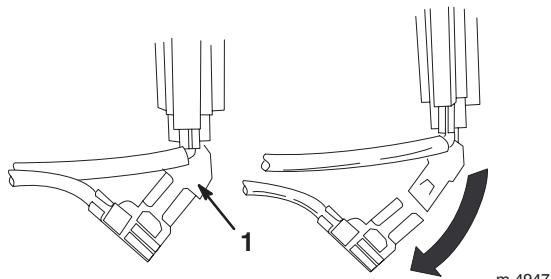

Bild 22
6. Klemmen Sie den grünen Erdungsdrahtclip unter dem Gashebel ab (Bild 22)